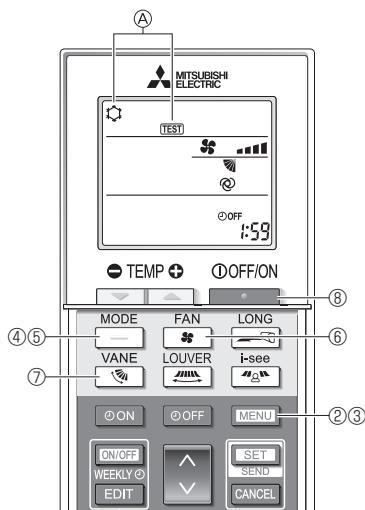

Fig. 8-5
- ① Schakel minstens 12 uur voor het proefdraaien de stroom van de unit in.
- ② Houd de toets **[MENU]** 5 seconden ingedrukt. (Fig. 8-5)
- ③ Druk op de toets **[MENU]**.
- ④ [TEST] en de huidige bedieningsstand worden weergegeven. (Fig. 8-5)
- ⑤ Druk op de toets **[—]** om de koelstand te activeren en controleer vervolgens of er koude lucht uit de unit wordt geblazen.
- ⑥ Druk op de toets **[■]** en controleer of de ventilatorsnelheid verandert.
- ⑦ Druk op de toets **[■]** en controleer of het automatische lamellenrooster goed werkt.
- ⑧ Druk op de toets **[■ ■]** om het proefdraaien te stoppen.